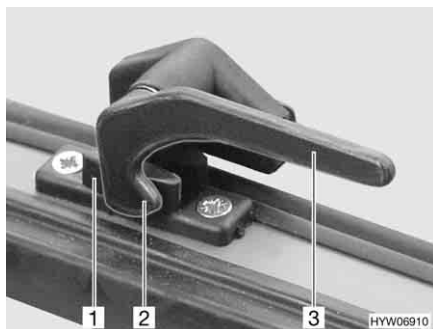

Bild 7 Verriegelungshebel in Stellung "geschlossen"
- Den Verriegelungshebel (Bild 7,3) eine viertel Umdrehung zur Fenstermitte hin drehen.
- Den Verriegelungshebel (Bild 7,3) eine viertel Umdrehung zum Fensterahmen hin drehen. Die Verriegelungsnase (Bild 7,2) liegt auf der Innenseite der Fensterverriegelung (Bild 7,1).
- in Stellung "fest verschlossen" (Bild 7)